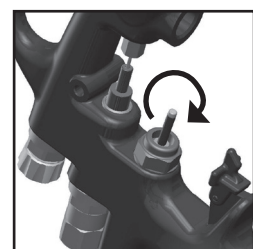

Fig. 24
10. Apretar el conjunto de la válvula de aire utilizando primero los dedos y luego apretar con una llave inglesa de 14 mm. Aplicar una torsión de 18 a 22 pies-lbs. (Ver Fig. 24)